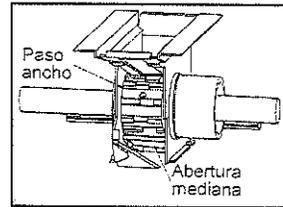

fig. 7
- Pas large, denté décalé, pour des semences normales et grandes (figs. 7 et 8).